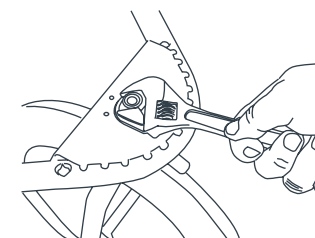

Fig. 6
6) • Si la roue avant oscille au-delà de ce qui est normal lors de l'utilisation pour la marche ou le jogging, vous devrez peut-être ajuster l'écrou de la roue avant. Cet écrou est situé sous le repose-pied situé à l'avant de la Poussette (Fig. 6). Vous pouvez utiliser une clé à molette pour serrer l'écrou.